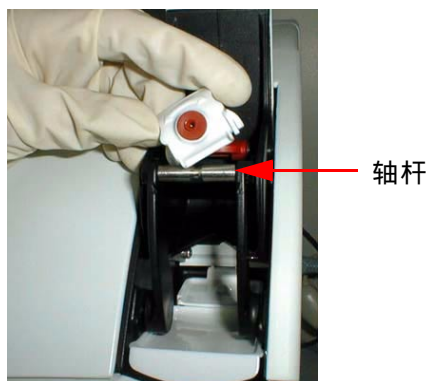

图 13 (1) (2)
- 按箭头方向旋转进样口支架(见进样口支架上的标记)。支架退出轴杆外，将支架保持在适当位置(见图 13/1)。
- 小心将进样口支架从探针处取下(见图 13/2)。